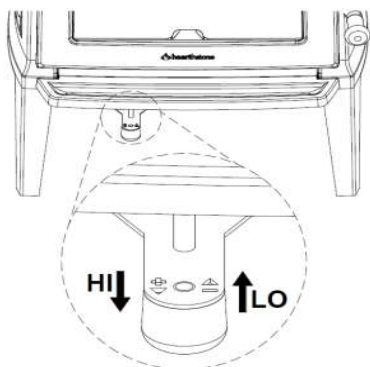

Figure 17 – Position du Contrôle d’Air
**FEU BAS:** Déplacez le levier de contrôle d'air complètement vers le poêle. (*Voir figure 17*). Cela place le régulateur d'air à son minimum d'ouverture. Un taux bas de combustion n'est pas conseillé sur une longue période parce qu'il peut accentuer l'accumulation de créosote. Inspectez le système de ventilation fréquemment si vous utilisez le taux bas de combustion régulièrement.